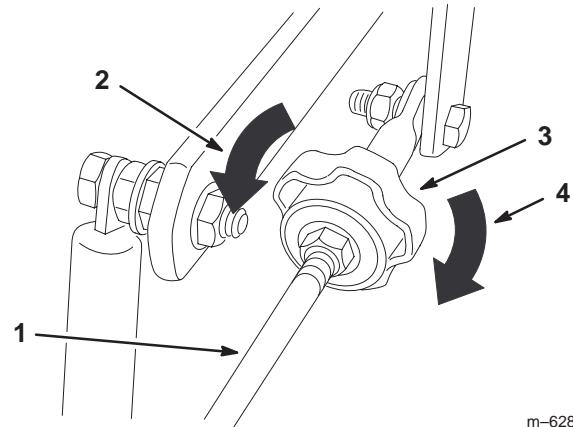

Figure 60
- Pour que la machine tire à droite, tournez le bouton vers la droite de la machine (voir la figure 60).
- Pour que la machine tire à gauche, tournez le bouton vers la gauche de la machine (voir la figure 60).